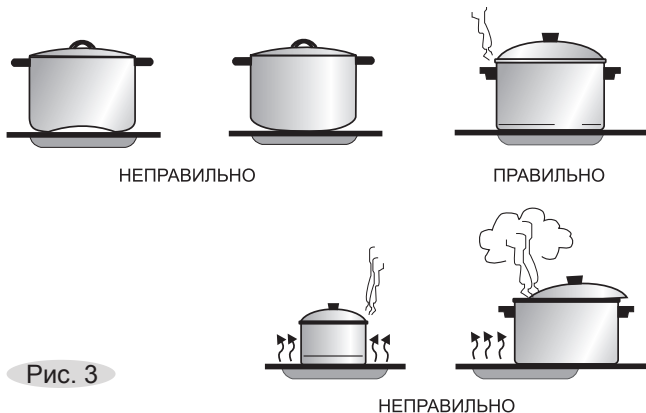

Рис. 3
- Диаметры зон нагрева выделены рисунком. Пользуйтесь кастрюлями, размеры которых равны либо больше зоны нагрева. Посуду нужно устанавливать точно по центру (рис. 3).